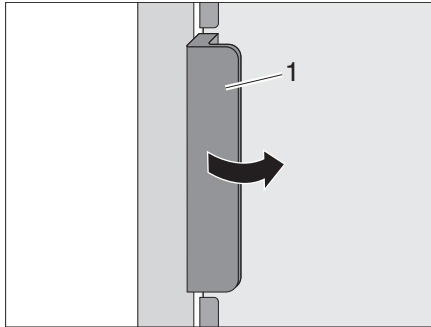
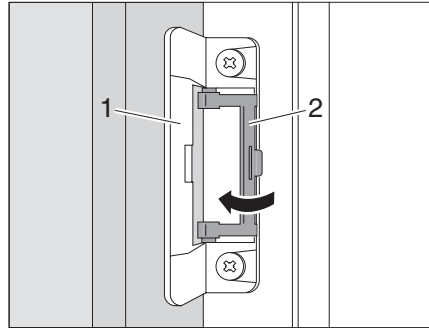

Bild 90 Kühlschranktür öffnen
Bild 91 Lüftungsstellung arretieren
- ▶ Kühlschranktür am Griff (Bild 90,1) öffnen. Die Verriegelung (Bild 91,1) wird automatisch gelöst.
- ▶ Arretierung (Bild 91,2) aufklappen.